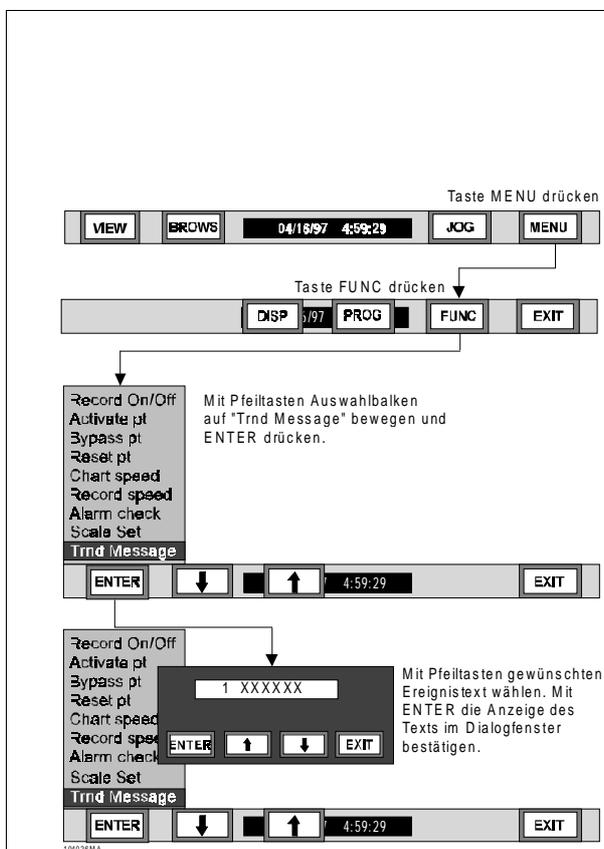

Bild 3-40 Ablaufdiagramm Ereignistext
I. Ereignistext – Der Menüpunkt "Trnd message" erlaubt dem Anwender, manuell einen der sechs Ereignistexte (siehe Kapitel 4) für die Ansicht "Alarmer-/Ereignisse" und die Alarmdatei festzulegen. Zur Auswahl eines Ereignistexts siehe Bild 3-40 und die folgenden Anweisungsschritte: